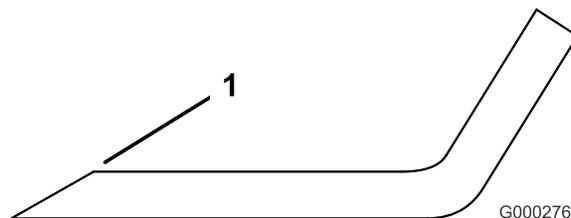

Figura 29
3. Esaminate i taglienti di tutte le lame, e affilatele se fossero ottusi o scheggiati. Affilate soltanto la parte superiore del tagliente e mantenete l'angolo di taglio originale per garantire l'affilatezza (Figura 29). La lama rimane bilanciata soltanto se viene rimossa una quantità uguale di metallo da entrambi i taglienti.